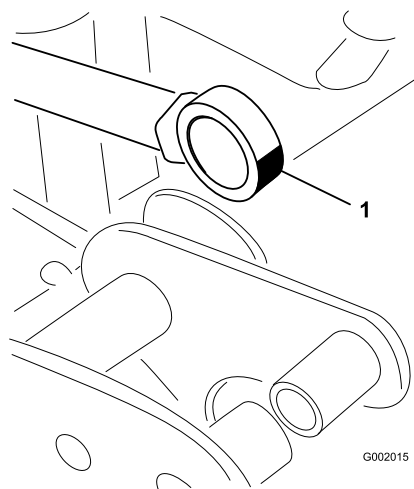

Figura 48
5. Manipolate il lato cuscinetto dell'asta dell'attuatore ed inserite il grasso nel cuscinetto (Figura 48).